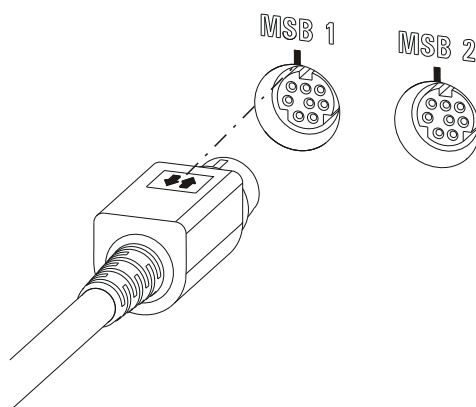

Abbildung 6 MSB-Anschluss
- Achten Sie beim Anschliessen darauf, dass der flache, mit Pfeilen markierte Teil des MSB-Steckers in Richtung der Markierung am MSB-Anschluss zeigt (siehe Abbildung 6, Seite 17).